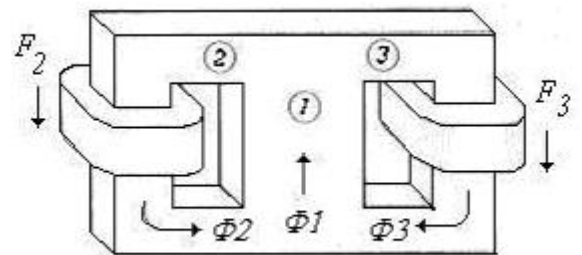

Fig. 7
8.-El mismo núcleo de acero colado del problema 6, bobinas idénticas de 500 vts. en las extremidades exteriores con el sentido del bobinado que se muestra en la Fig. 7. De nuevo $\phi_3 = 0,173$ mWb. Halle las corrientes en las bobinas.